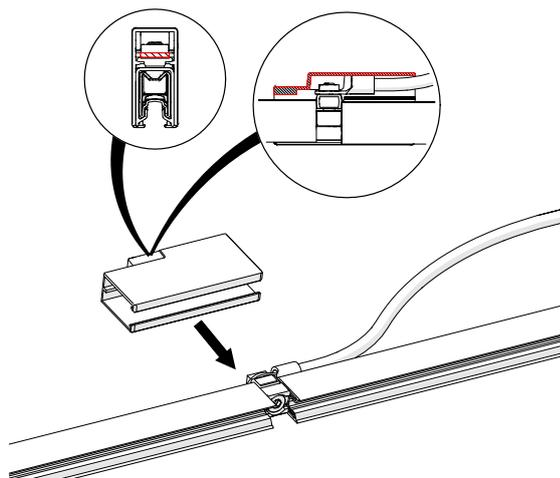

Abb. 111: Einspeisekappe über den montierten Einspeiseverbinder schieben
- Die gegen Berührung schützende Einspeisekappe über den vormontierten Schienenverbinder schieben. Darauf achten, dass die Vierkantmutter ausgerichtet in der Aussparung der Verbinderkappe liegt. Einspeisekappe beidseitig am Isolierprofil einrasten (siehe Abb. 111).